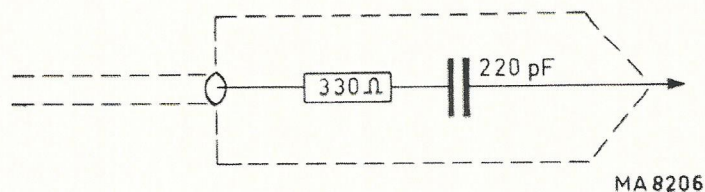

Fig. 8. Antenne fictive
- Dans la bande FM, le transformateur d'impédance PM 9357 doit être utilisé pour adapter l'impédance de sortie du générateur à l'impédance d'entrée de l'objet à tester. Dans la bande AM l'antenne fictive de la figure 8 peut être utilisée pour imiter l'impédance d'une antenne AM.